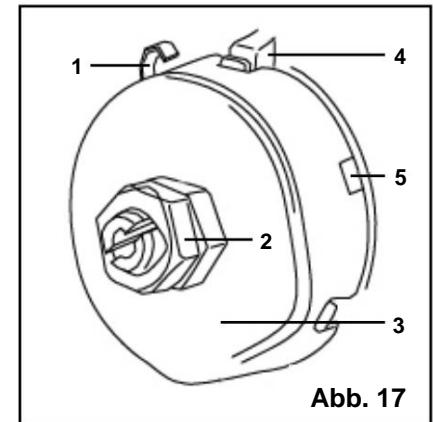

Abb. 17
SPINDEL-RÜCKHOLFEDER (ABB. 17)
2. Führen Sie einen Schraubendreher in die Öse (Abb. 17 - 1) ein, um die Feder an ihrem Platz zu halten.
3. Die beiden Gehäusemuttern (Abb. 17 - 2) ca. 1/4" (6 mm) lösen. Entfernen Sie die Muttern nicht von der Gewindestange. Achten Sie darauf, dass die Feder oder das Federgehäuse nicht unkontrolliert verrutschen.
4. Halten Sie das Federgehäuse fest (Abb. 17 - 3) und ziehen Sie es vorsichtig heraus, bis es den erhöhten Anschlag passiert (Abb. 17 - 4).
5. Drehen Sie das Gehäuse so, dass die nächste Kerbe (Abb. 17 - 5) in den erhöhten Anschlag (Abb. 17 - 4) einrastet.